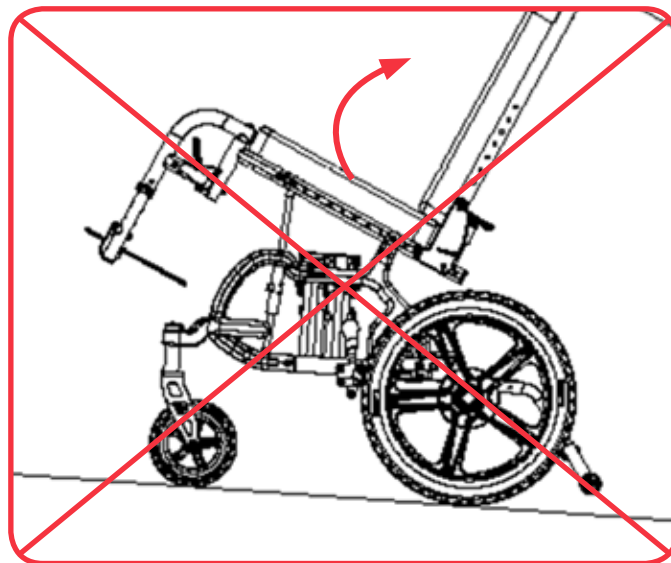

Figura 38
2. Se la bascula si trova su una superficie in pendio, non regolare l'angolo di basculamento. L'inclinazione della seduta riduce la stabilità della bascula. Cfr. Figura 38. Non utilizzare la bascula su superfici con una pendenza superiore a 5°.